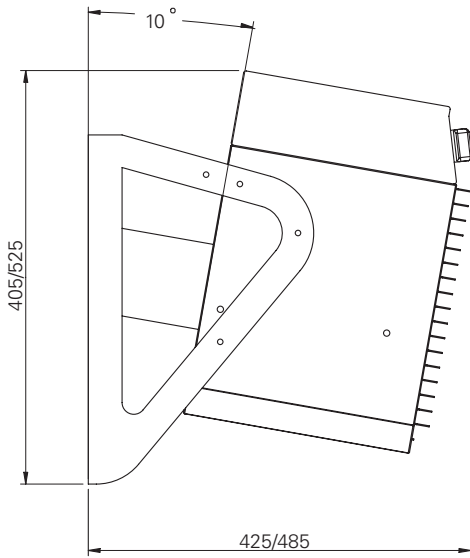

Fig. 3
- Закрепите монтажные скобы на приборе как показано на рис.3 на стр.3 винтами по три с каждой стороны.